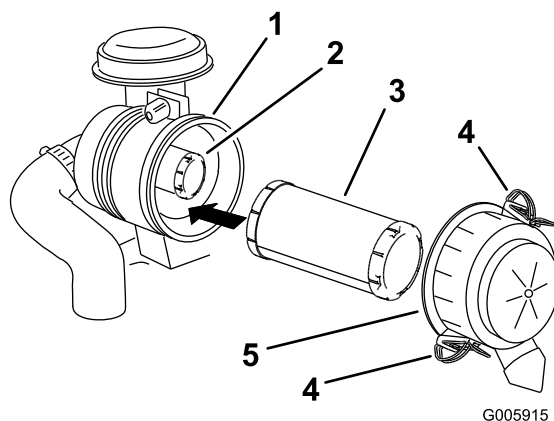

Figura 32
3. Abra los cierres del limpiador de aire y tire de la tapa del limpiador de aire para separarla de la carcasa del limpiador de aire (Figura 32).
5. Extraiga con cuidado el filtro primario del cuerpo del limpiador de aire (Figura 32). Evite golpear el filtro contra el lado de la carcasa.
2. Si va a cambiar el filtro secundario, deslícelo cuidadosamente en el cuerpo del filtro (Figura 32).
3. Deslice cuidadosamente el filtro primario por encima del filtro secundario (Figura 32). Asegúrese de que está bien asentado empujando sobre el borde exterior del filtro mientras lo instala.
4. Instale la tapa del limpiador de aire con el lado que lleva la palabra **UP** hacia arriba, y fije los cierres (Figura 32).
5. Extraiga con cuidado el filtro de aire de la carcasa del limpiador de aire (Figura 32). Evite golpear el filtro contra el lado de la carcasa.
2. Deslice el filtro de aire con cuidado en la carcasa (Figura 32).
3. Instale la tapa del limpiador de aire con el lado que lleva la palabra **UP** hacia arriba, y fije los cierres (Figura 32).